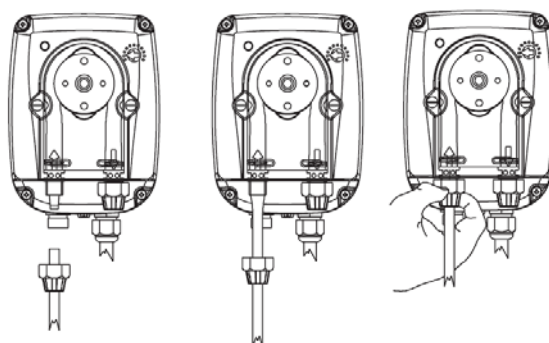

Рис. 6
d. — Пропустите шланг через гайку, одновременно проталкивая и вращая, вставьте шланг в коническое соединение ниппеля (зажим шланга), поворотом гайки зафиксируйте шланг. (Рис. 6)